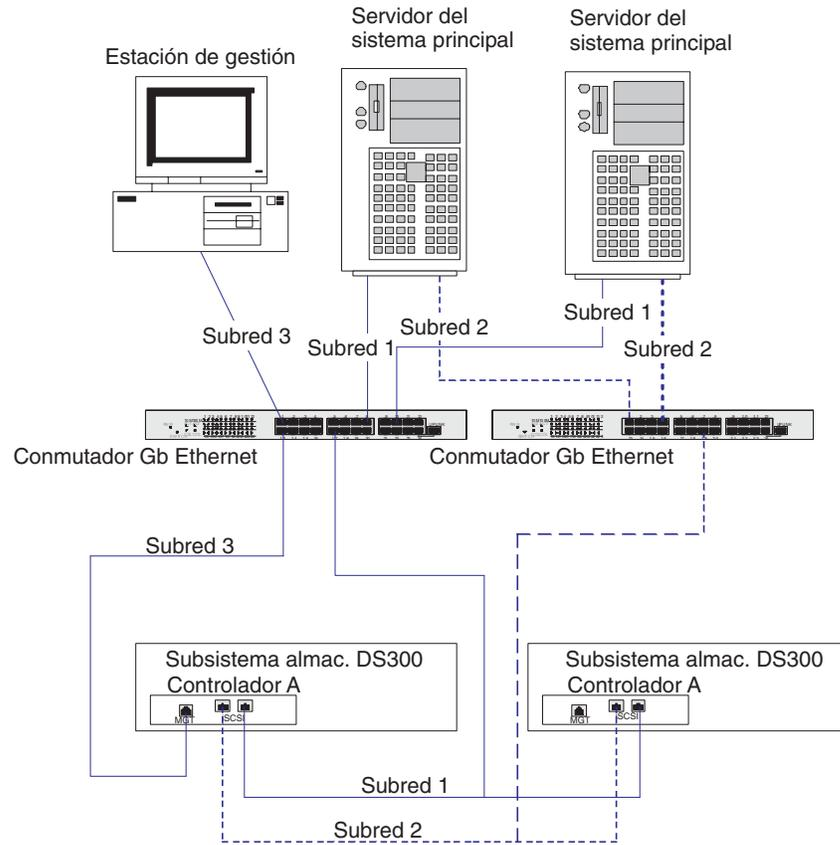

Figura 12. Configuración con varios puertos, varios servidores y varios subsistemas de almacenamiento (DS300)
**Nota:** puede sustituir los dos conmutadores Gb Ethernet que se muestran en la Figura 12 por un único conmutador Gb Ethernet grande con suficientes puertos. También se puede utilizar VLAN para aislar las dos redes iSCSI en lugar de utilizar un solo conmutador.